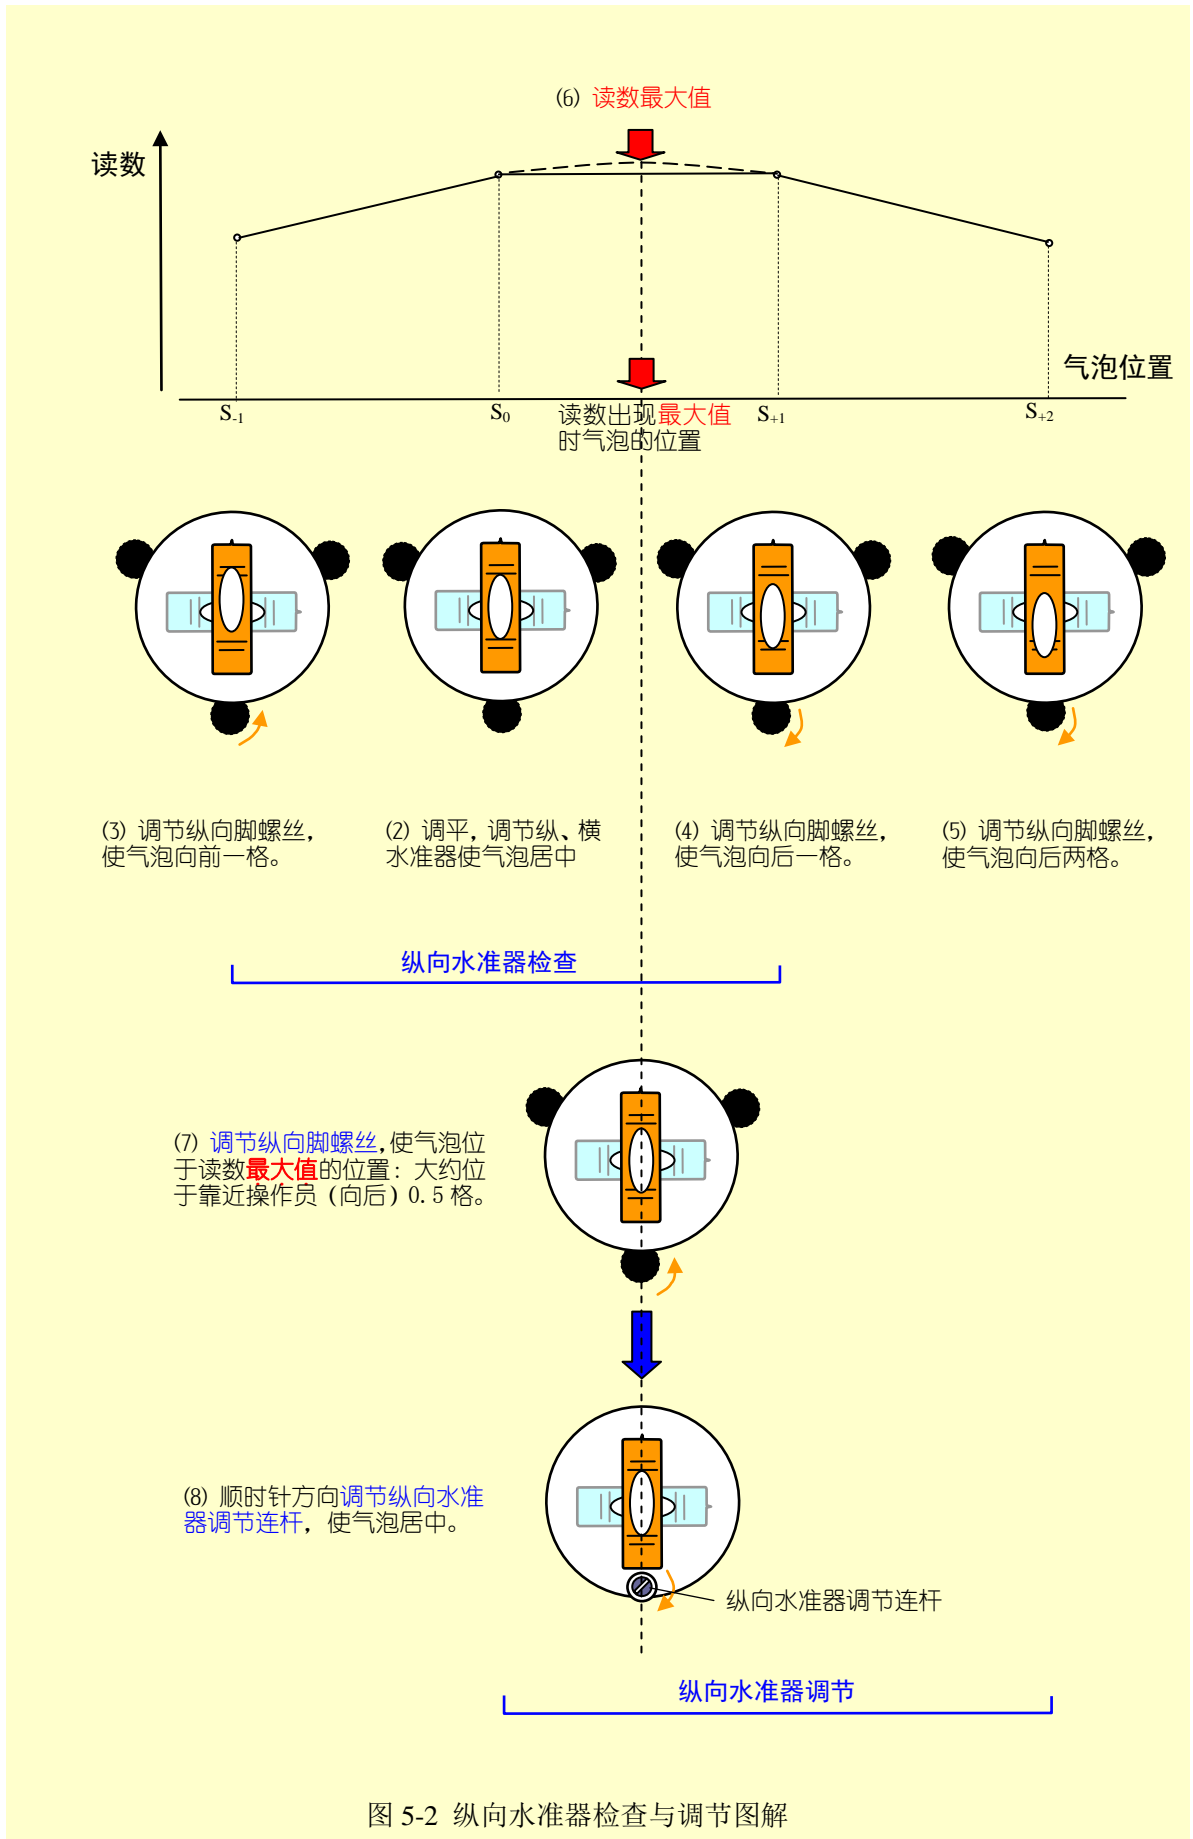

图 5-2 纵向水准器检查与调节图解
- (1) 选择稳定、扰动小的场所放置仪器，**提前打开**面板上纵向水准器调节孔的孔塞；
- (2) 调平。调节纵向和横向脚螺丝使纵向、横向水准器的气泡居中时，读一组数 S_0 ，并做记录；（图 5-2(2)）
- (3) 将纵向水准器的气泡向远离操作员（向前）移动一格，并保持横向水准器气泡居中，读一组数 S_{-1} ，并做记录；（图 5-2(3)）
(4) 将纵向水准器的气泡向靠近操作员（向后）移动一格，并保持横向水准器气泡居中，读一组数 S_{+1} ，并做记录；（图 5-2(4)）
(5) $S_{+1} > S_0$ 表明仪器未出现最大值，纵向水准器的气泡还须继续向靠近操作员（向后）移动一格（共 2 格），并保持横向水准器气泡居中，读一组数 S_{+2} ，并做记录；（图 5-2(5)）
(6) 这样，继续移动纵向水准器的气泡，直到读数出现最大值（图 5-2(6)）。
(7) **转动纵向脚螺丝**使纵向水准器的气泡位于读数出现**最大值**位置上（图 5-2(7)）。
(8) **用调节螺丝刀调节**纵向水准器调节连杆，使纵向水准器的气泡居中（图 5-2(8)）。
(9) 重复步骤(2)~(4)进行复查。如复查结果仍不合格，重复步骤(5)~(8)进行调节。
(10) 调节完毕，将水准器调节孔的孔塞塞好。